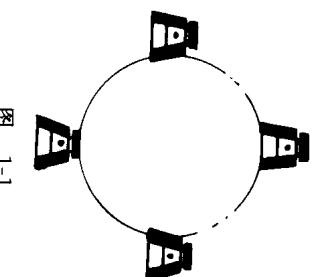

图 1-1
1. 如图1-1所示: 一墨水瓶绕圆周运动, 墨水瓶是做转动。()